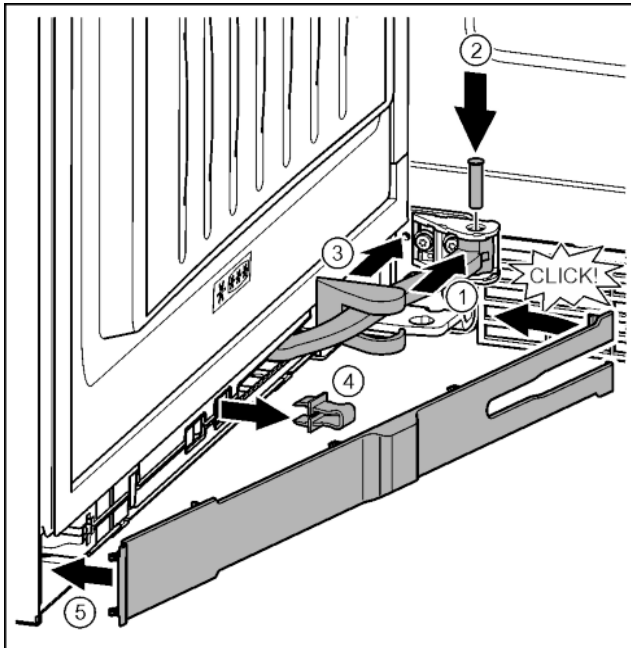

Fig. 43
- ▶ Forgassa a felfüggesztésbe a csuklót. Fig. 43 (1)
- ▶ Egy T15 csavarhúzóval helyezze a felfüggesztésbe és a csuklóba a csapszeget. Közben ügyeljen közben arra, hogy a bekattanó bütyök megfelelően illeszkedjen a horonyba. Fig. 43 (2)
- ▶ A csukló mentén tolja el a csapágybak fedelét, és szerelje a felfüggesztés fölé. Fig. 43 (3)
- ▶ Vegye le a biztosítékot. Fig. 43 (4)
- ▶ Helyezze fel a fogantyú oldalán a lemezt, és fordítsa be. Fig. 43 (5)